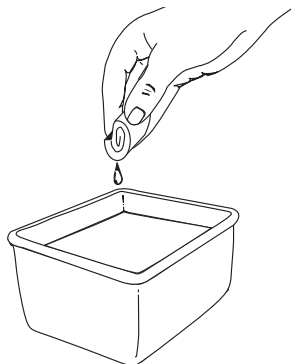

Fig. 29
3. Lavez le filtre dans un mélange d'eau et de détergent (Fig. 29). Rincez le filtre abondamment et laissez-le sécher.